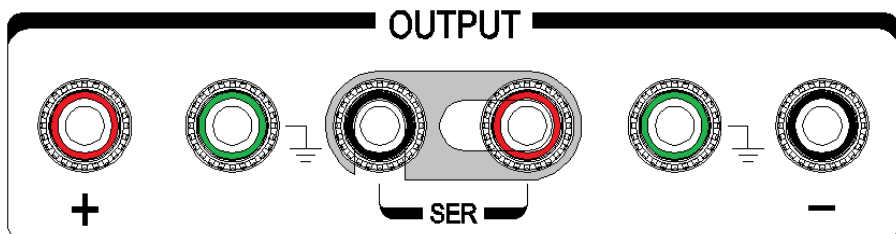

图 6.1 串联工作输出连接方式示意图
DH1718E(G) 系列直流稳压稳流电源支持串联跟踪操作。在进行串联跟踪前必须将通道 1 的输出负端子与通道 2 的输出正端子短接。通道 1 的输出正端子与通道 2 的输出负端子作为高压输出,可获得 2 倍于单通道的输出电压。将短接的两个接线柱作为公共点,通道 1 的正接线柱和通道 2 的负接线柱可输出相同幅度的正负电压值。如图 6.1 所示: